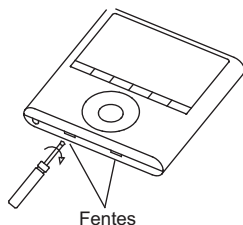

Figure 4 — Fentes
2. Retirez la partie supérieure du fil (voir fig. 4).